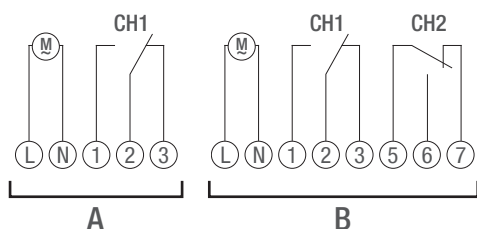

Bild 9: Kopplingsschema
3. Anslut timern enligt kopplingsschemat (bild 9/A) och (bild 9/B).